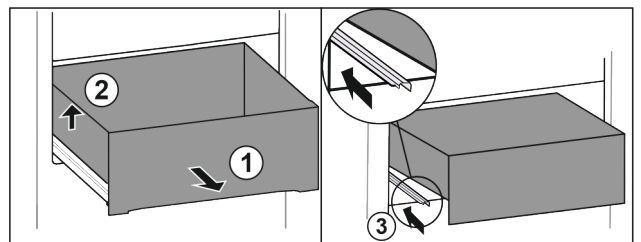

Fig. 184
- ▶ Schubfach bis zum Anschlag herausziehen. Fig. 184 (1)
- ▶ Schubfach links anheben. Fig. 184 (2)
- ▶ Linke Schiene einschieben. Fig. 184 (3)